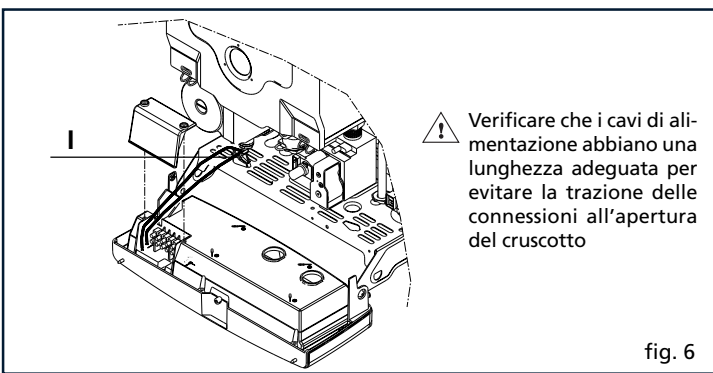

fig. 6
- inserire il cavo dell'alimentazione elettrica e dell'eventuale termostato ambiente T.A. nell'apposito serracavo sul telaio (I), fig. 6